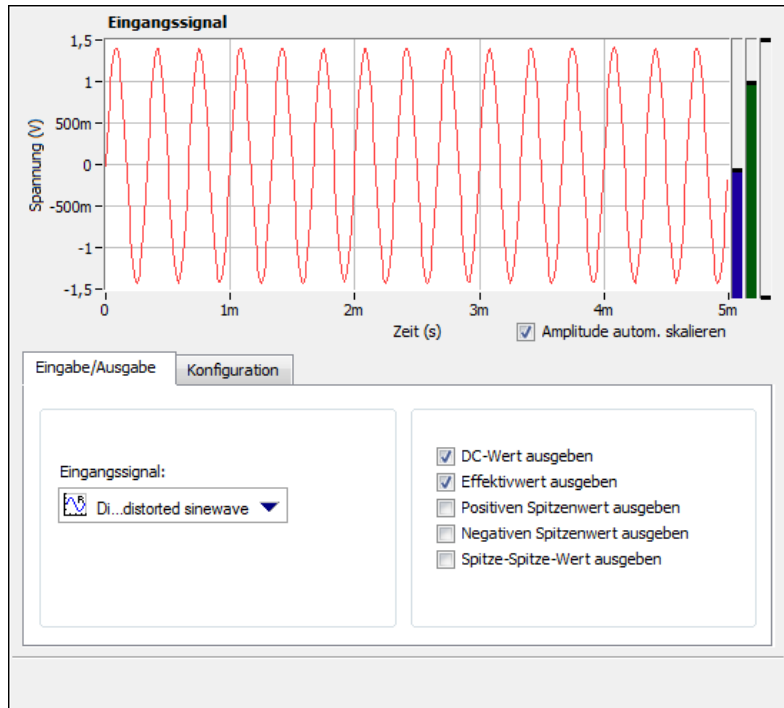

Abbildung 2-4. Registerkarte "Schritteinstellungen" des Schritts "Amplituden und Pegel"
6. Wählen Sie die Registerkarte **Eingabe/Ausgabe**, so dass eine Liste der möglichen Ein- und Ausgangssignale für diesen Schritt angezeigt wird (vgl. Abbildung 2-4).